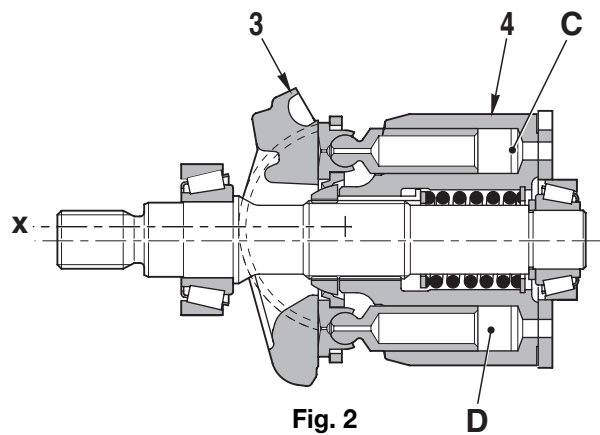

Fig. 2
3 - Quand l'axe X du plateau oscillant (3) et l'axe du bloc-cylindres (4) sont parallèles (angle d'inclinaison du plateau oscillant « α »=0), la différence entre les volumes C et D dans le bloc-cylindres (6) devient 0 et les phases d'aspiration et de refoulement ne se font pas (Fig. 2).